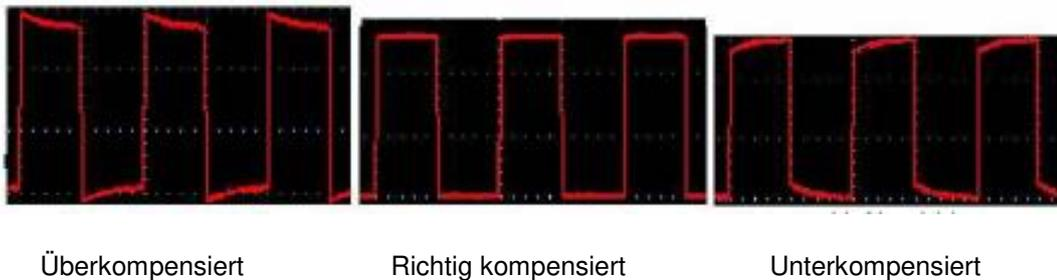

Abb. 8 Wellenformdarstellung der Tastkopfkompensation
2. Prüfen Sie die angezeigten Wellenformen und justieren Sie den Tastkopf, bis eine korrekte Kompensation erreicht ist (siehe **Abb. 8** und **9**).